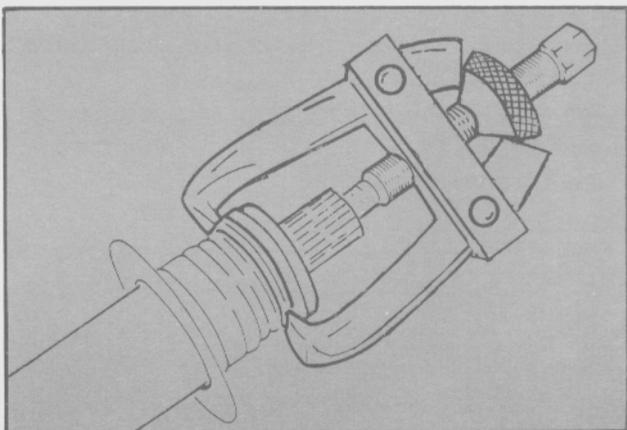

Fig. 15- Extracción del cojinete central.
- Utilizando la herramienta especial N° T60L-400-BAS, retirar el cojinete junto con los guardapolvos protectores. (Fig. 15).